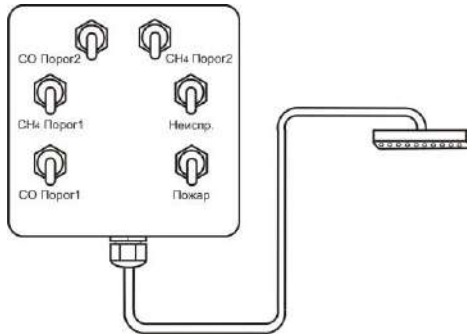

Рис. 5. Проверочный пульт
8.4. Проверка работоспособности блока с помощью блока проверки (поставляется по отдельному заказу). Блок проверки изображен на рис. 5.